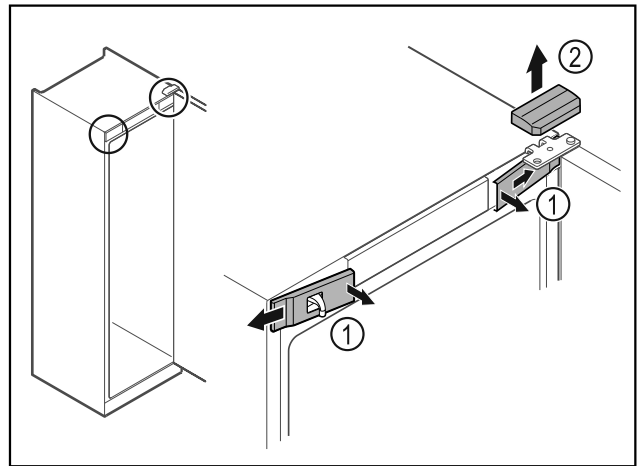

Fig. 13
- ▶ Nxirrni nga foleja kapakët mbulues të përparmë Fig. 13 (1) në pjesën e brendshme dhe hiqini nga anash.
- ▶ Hiqni kapakun mbulues të sipërm Fig. 13 (2) duke e ngritur lart.